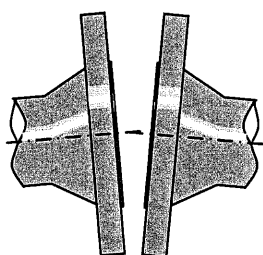

図3 平行度が悪い
- ・ 相対するフランジの平行度が出ていないと片締めの原因となりますので、正しい位置に補正して下さい。（図3参照）